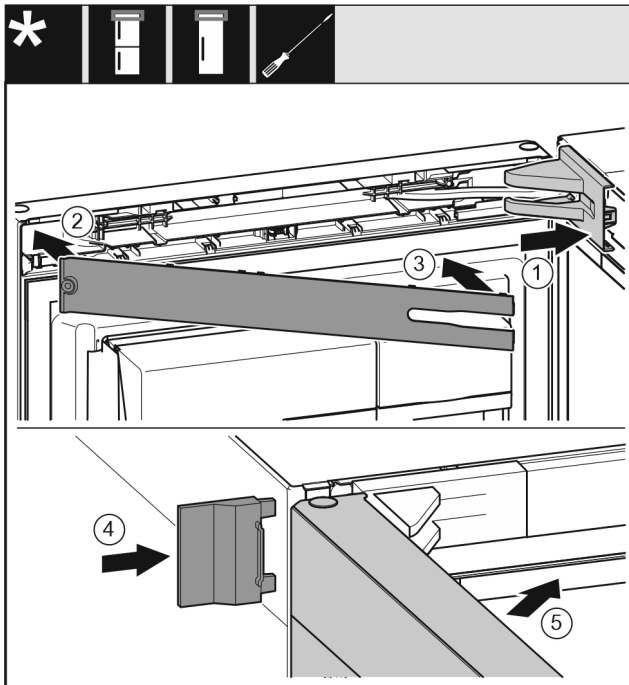

Fig. 25
- ▶ Крышку опорного кронштейна установите и зафиксируйте, при необходимости осторожно разожмите. Fig. 25 (1)
- ▶ Установите накладку. Fig. 25 (2)
- ▶ Наклоните и зафиксируйте накладку. Fig. 25 (3)
- ▶ Надвиньте внешнюю крышку. Fig. 25 (4)
- ▶ Закройте верхнюю дверь. Fig. 25 (5)